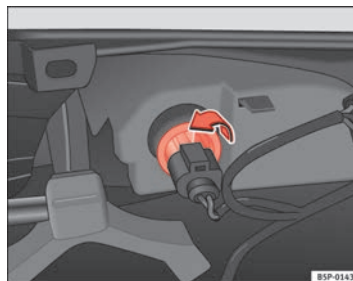

Fig. 193 Piloto por el lado interior del parachoques
- Gire el portalámparas a la izquierda, y extráigalo en el sentido de la flecha ⇒ fig. 193.